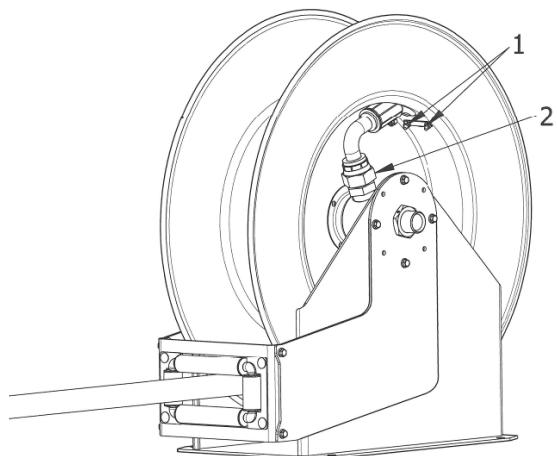

FIG 4.
- Connect the hose to the swivel as indicated in (2) and fasten the U-clamp with the nuts as shown in (1) (Fig 4).
- Fäst slangen på sviveln enligt (2) i Fig 4 och montera U-bulten med muttrarna enligt (1) i samma figur.
3. Remove the hose stopper and the U-clamp(1, fig4).
4. Disconnect the hose from the swivel(2, fig4) and remove the hose from the spool.
3. Ta bort slangstoppet och U-klammern (1, fig4).
4. Lossa slangen från sviveln (2, fig4) och ta bort slangen från rullen.